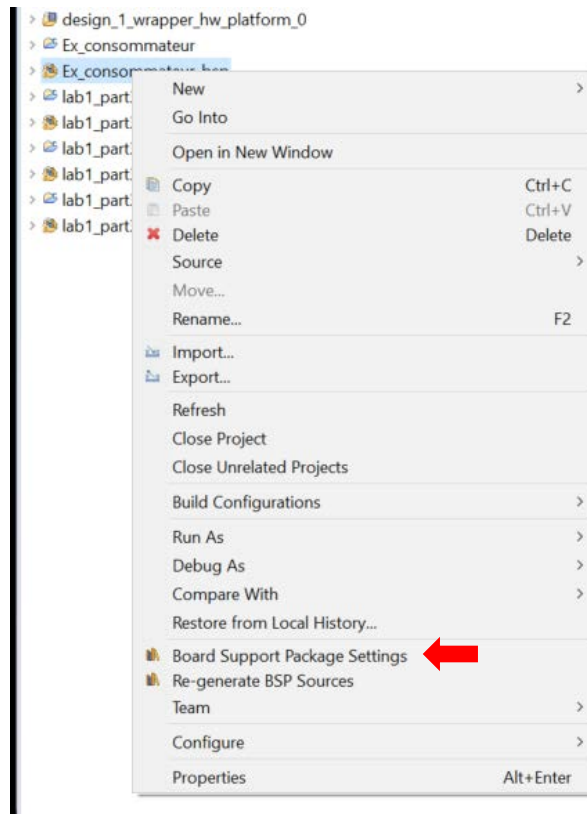

Figure 7
- 2) Cliquez avec le bouton de droite pour faire le setting du BSP (flèche rouge sur Figure 7) i.e. :